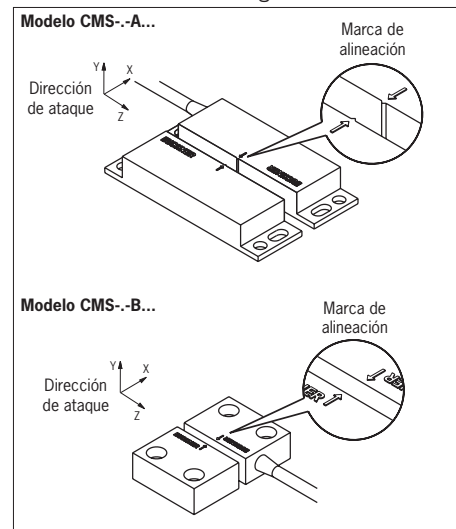

Fig. 1: Alineación de la cabeza de lectura y el actuador
La cabeza de lectura y el actuador pueden montarse en cualquier posición. Asegúrese de que ambos estén alineados (véase la Fig. 1).
- Sus superficies activas estén completamente enfrentadas cuando el resguardo esté cerrado (véase la Fig. 1).
- Si la velocidad de ataque entre la cabeza de lectura y el actuador es reducida, se recomienda evitar la dirección de ataque **Z** (véase la Fig. 1).